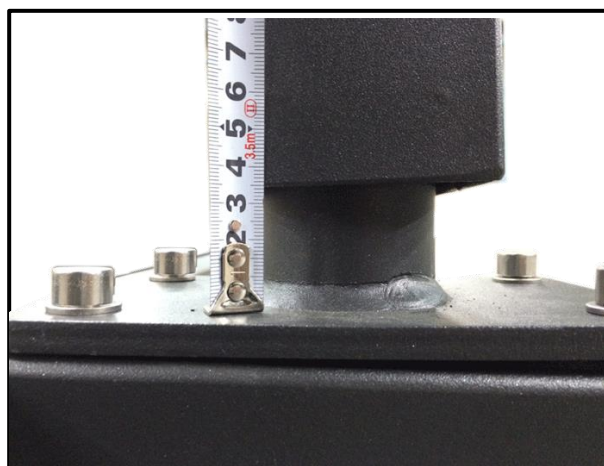

図.4
- 台座軸 (C) に主柱を差込んだ状態で奥まで入っていない場合があります。(図.4)